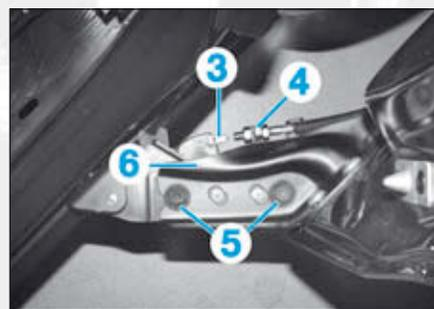

FIG.81
- Dégrafer le câble de verrouillage (3) et le dégager de la patte (4) (Fig.81).
- les vis (5) du support inférieur avant (6),